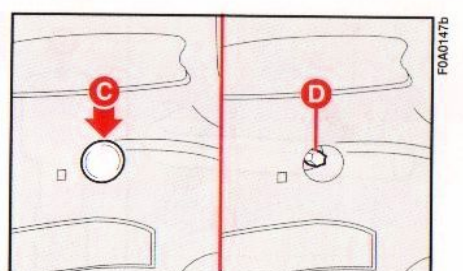

Abb. 27
- 1) Vom Fahrzeuginnern aus die Kunststoffabdeckung **C**, **Abb. 27** unter Zuhilfenahme des Schraubendrehers des Bordwerkzeuges abnehmen,